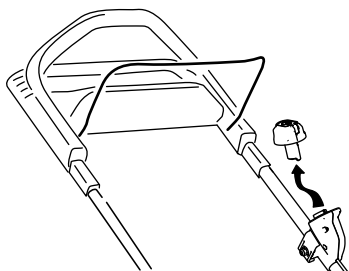

Figura 20
1. Rimuovete il pulsante di avviamento elettrico (Figura 20).